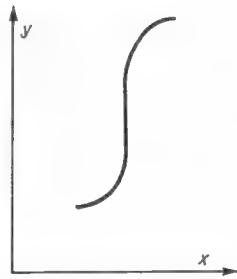

Bild 10.
Wird in (3) der Grenzwert unendlich (Bild 10), so spricht man von einer „uneigentlichen Differenzierbarkeit“. Auch solche Funktionen sind differenzierbar, sofern gilt: $|h| < \delta(\epsilon)$